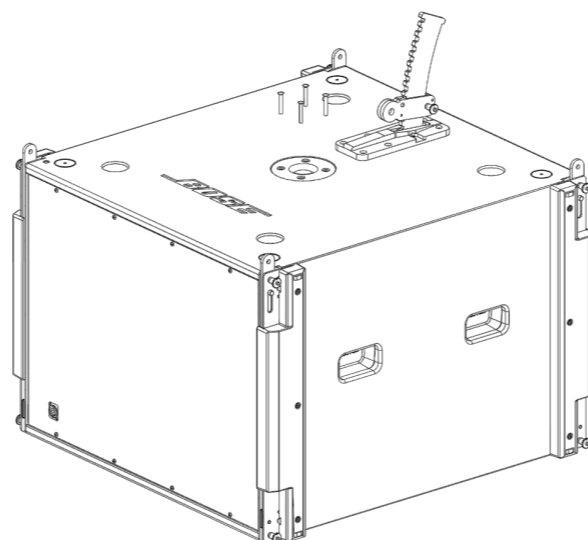

図5. ボールマウントのネジの取り外し
3. ボールマウントとサブウーファーの上部を接続している4本のネジを外します。ボールマウント自体を取り外さないでください。図5を参照してください。